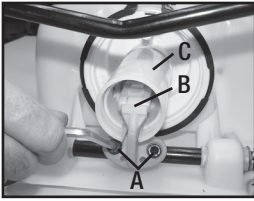
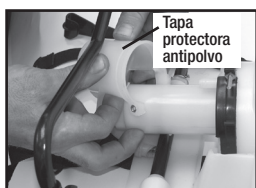

Figura 1
Figura 9
1) Retire el pasador de sujeción y la manija de la bomba. Acueste la unidad sobre su parte posterior con la bomba viendo hacia usted (Figura 1). Afloje la abrazadera de la manguera y quite la manguera pulverizadora. Precaución: podría haber residuos líquidos en la manguera y el cilindro de presión. Retire la tuerca y tornillo de la tapa protectora y retire la tapa (referencia: figura 9). Gire el eje de la bomba para alcanzar los dos tornillos (A). Con una llave Allen, retire los tornillos. Jale el ensamblaje del pistón (B) y sáquelo del cilindro de pistón (C).